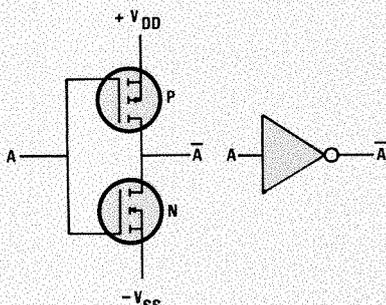
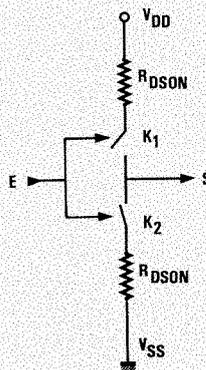

Figure 5
Figure 6
- le plan de câblage du connecteur (figure 6) n'est pas toujours très bien
La très faible consommation au repos (ou à fréquence faible) des C.MOS, résulte de l'association, dans une même cellule élémentaire, de transistors MOS à canal N et à canal P. Nous en donnons, en figure 5, l'exemple le plus simple, puisqu'il s'agit de l'inverseur logique. Un niveau logique 1 sur l'entrée (tension positive) rend conducteur le MOS à canal N, et bloque celui à canal P : la sortie se trouve alors au niveau bas (V_{SS}). Inversement, à un niveau 0 sur l'entrée (tension nulle) correspond le blocage du canal N et la conduction du canal P, donc un niveau 1 sur la sortie.
À l'état conducteur, chaque transistor peut se réduire à sa résistance $R_{DS\ ON}$, ce qui conduit à représenter l'inverseur de la figure 5 par son schéma équivalent de la figure 6, où les ordres de grandeur des $R_{DS\ ON}$ sont typiquement de 200 à 400 Ω . En régime statique, l'un ou l'autre des interrupteurs K_1 et K_2 est toujours ouvert. Si le circuit n'alimente aucune charge résistive, sa consommation
- Au circuit équivalent de la figure 6, il convient d'ajouter, sur la sortie, la capacité de structure de dispositif, augmentée des capacités d'entrée des circuits commandés, et des capacités de câblage. Si C est la somme de toutes ces composantes, f la fréquence de travail, et V_{DD} la tension d'alimentation, il en résulte une dissipation moyenne de puissance :